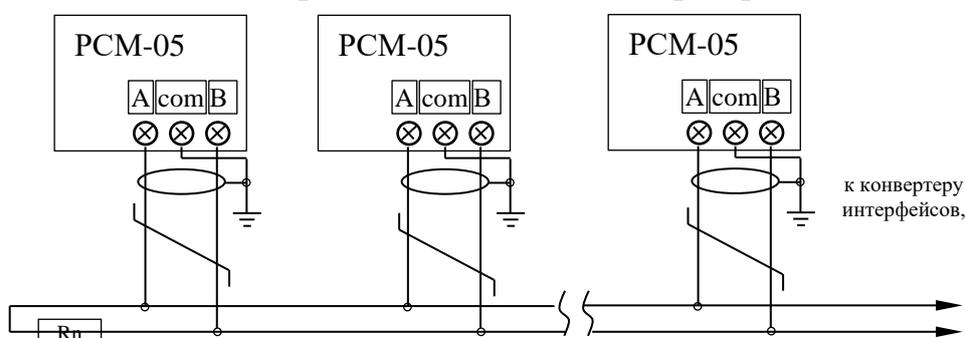

Рис. 8.10
8.4.1 Для проведения монтажа линий связи необходимо отвернуть 4 винта на передней панели ПМ и снять переднюю панель. После этого освобождается доступ к разъемам и клеммникам для подсоединения внешних цепей (см. рис. 8.10).
8.10.1 Для расходомеров установка сетевого адреса расходомера (только при наличии платы модуля RS-485) осуществляется путём установки/снятия джамперов **0, 2, 4** на плате **RS-485** (поле **XP2**, см. рис. 8.10). «**ON**» соответствует установленному джамперу, «**OFF**» соответствует снятому джамперу.